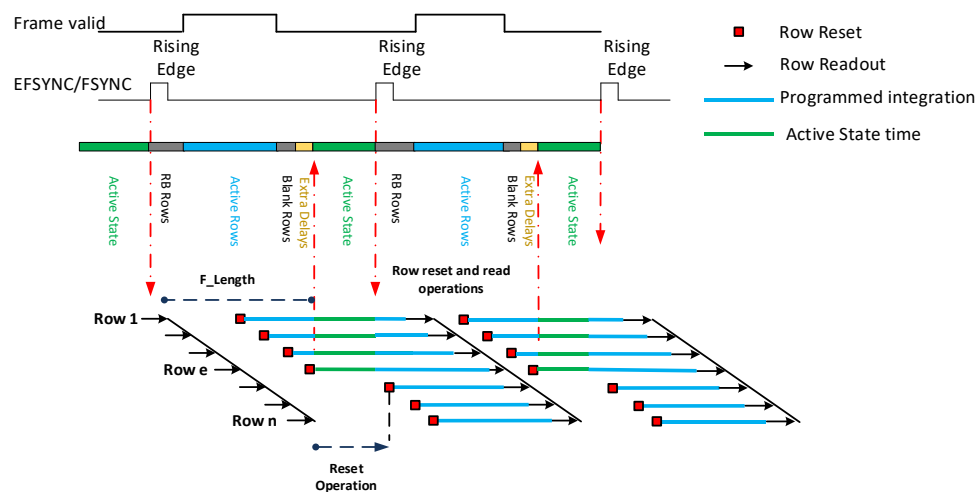

图 2-2 Slave Mode 曝光实现图
- 3) Active State 时, 芯片停止输出及停止 Row reset 操作, 如图 2-2 所示, 会导致一帧图像 Row 1~Row e 行与 Row (e+1)~Row n 行的曝光时间不同, Row 1~Row e 行的曝光时间比 Row (e+1)~Row n 行的曝光时间大, 多出的时间为 Active State time, 为避免这种曝光差异, 要求外部精确控制 EFSYNC/FSYNC, 使 Active State 控制在 40ns 以内, 保证一帧内的每行曝光时间基本一致;